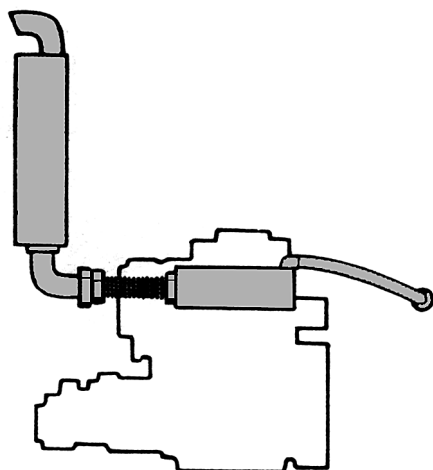

Fig 48.
Fig 48 visar exempel på hur en torr avgasledning kan installeras. Ledningen bör lämpligast utföras av syrafasta stålrör, men en tillfredsställande livslängd kan även erhållas med rostfria stålrör. Avgasrör i koppar får ej användas för dieselmotorer. På grund av den höga temperatur (450-500°C) som uppstår i en torr avgasledning måste denna isoleras med isoleringsmaterial av minst 6 mm tjocklek. Avgasledningens yttertemperatur får på grund av brandfara och risk för per-
2. Anslut ett rör (42 mm utv diam) mellan kompensator och ljuddämpare. Vid vertikalt monterad avgasledning skall en 90° rörkrök användas närmast kompensatorn (fig 48). Gänga den del av röret som skall anslutas till ljuddämparen (R 1 1/4").